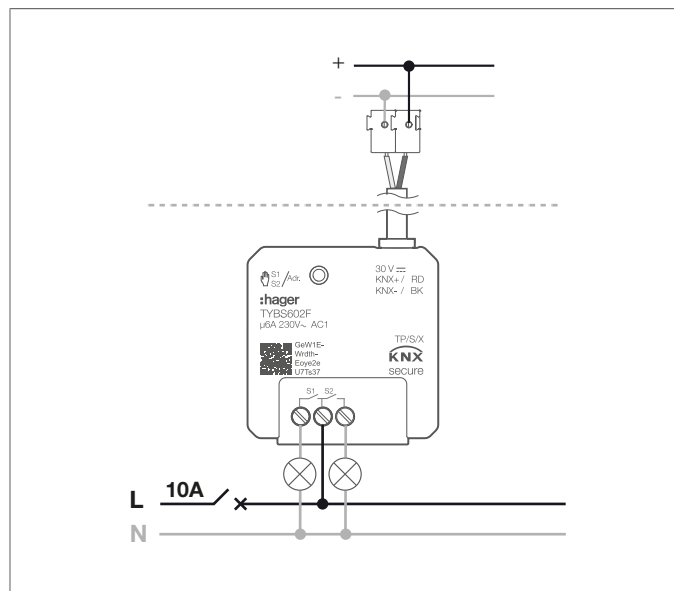

Fig. 3 : Schéma de raccordement
- Raccorder l'appareil conformément au schéma de raccordement (Fig. 3: Schéma de raccordement de la charge lampe TYBS602F).